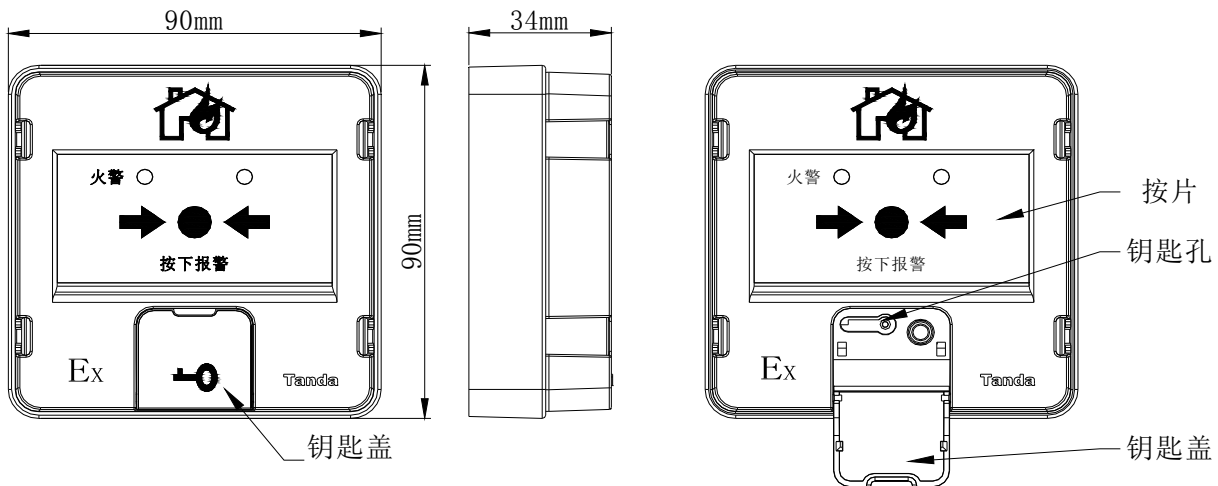

图 1 报警按钮外形示意图
10. 复位方式：用专用钥匙复位。产品报警后，打开报警按钮钥匙盖（如图 1）插入专用钥匙向右扭动 90 度，产品即可复位。
报警按钮的外形示意图如图 1：